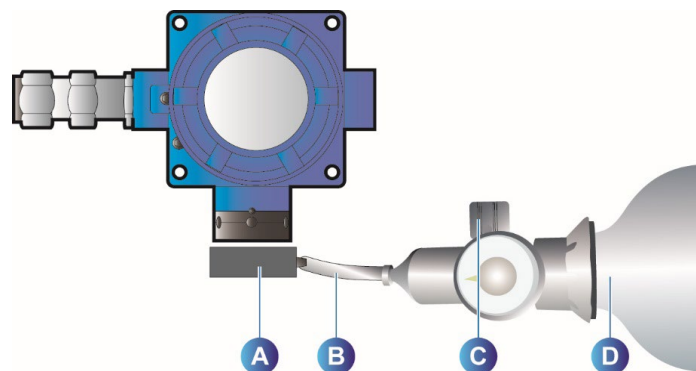

Figure 12 : réglage du zéro (OLC 100).
2. Placer la coiffe d'étalonnage sur la tête de détection (Figure 12, rep. A).